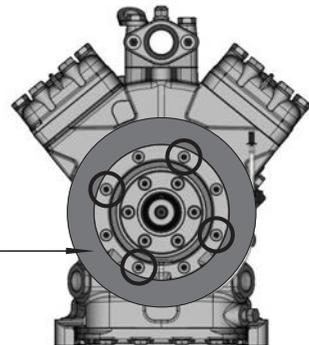

Fig. 9
- Placer la bobine sur l'ajustement fin et fixer à nouveau à l'aide des quatre vis cylindriques M8 (fig. 9). Couple de serrage des vis = 37 Nm.